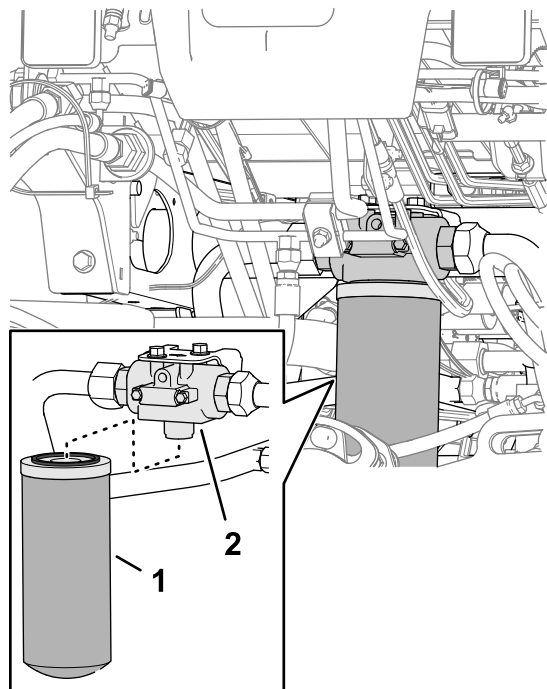

Рисунок 102
2. В передней части машины поставьте сливной поддон под фильтр линии возврата (Рисунок 102).